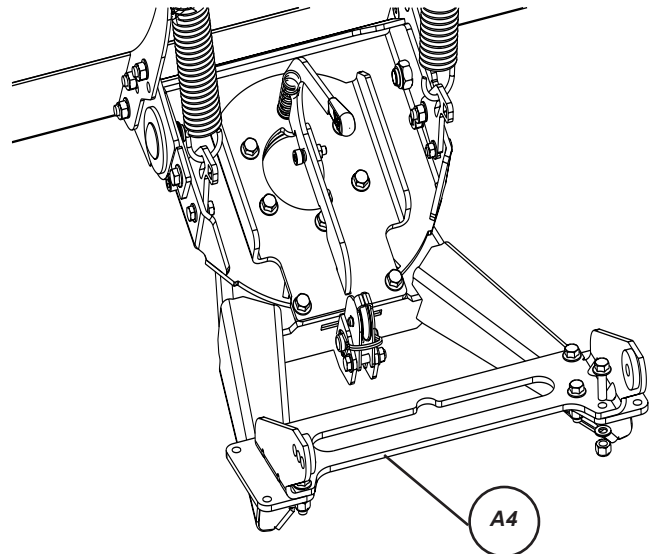

Figure 6 Installation de la bride de kit de montage de lame
1. Placez la lame sur un sol ferme horizontal. Pour plus d'informations sur l'installation de la bride de kit de montage de lame (A4), consultez la section « Installation de la lame » du manuel de l'utilisateur de la lame. Voir la figure 6.